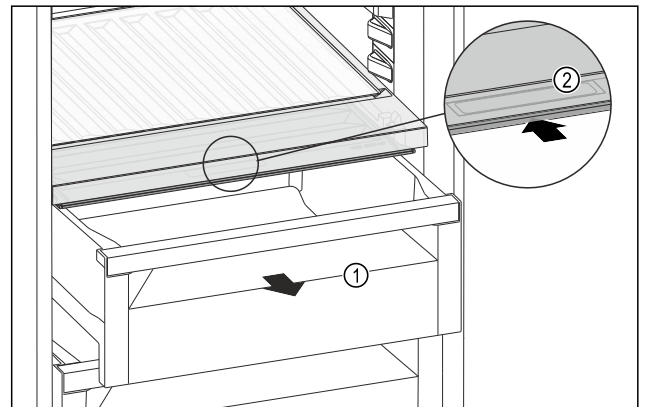

Fig. 165
- ▶ Schubfach Fig. 165 (1) herausziehen.
- ▶ Griffmulde Fig. 165 (2) am Fachdeckel anfassen und Fachdeckel gleichzeitig nach hinten schieben.